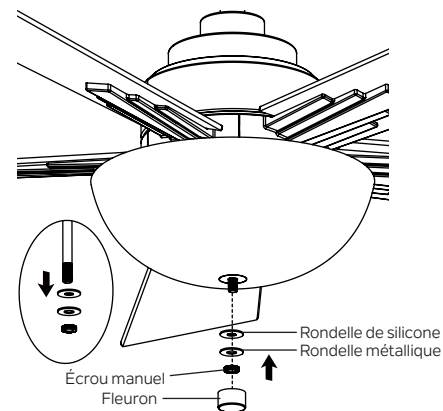

Fig. 23
Étape 2. Retirez et conservez l'écrou manuel, la rondelle métallique et la rondelle en silicone de la tige filetée du kit d'éclairage. (Fig. 23)
Étape 3. Soulevez l'abat-jour en verre jusqu'au kit d'éclairage, permettant à la tige filetée de passer par le trou central au bas de l'abat-jour en verre. Placez la rondelle en silicone et la rondelle métallique sur la tige filetée, puis vissez l'écrou manuel sur la tige filetée jusqu'à ce qu'il soit bien serré. NE SERREZ PAS TROP. (Fig. 23)
Étape 4. Vissez le fleuron à la tige filetée et serrez fermement. (Fig. 23)